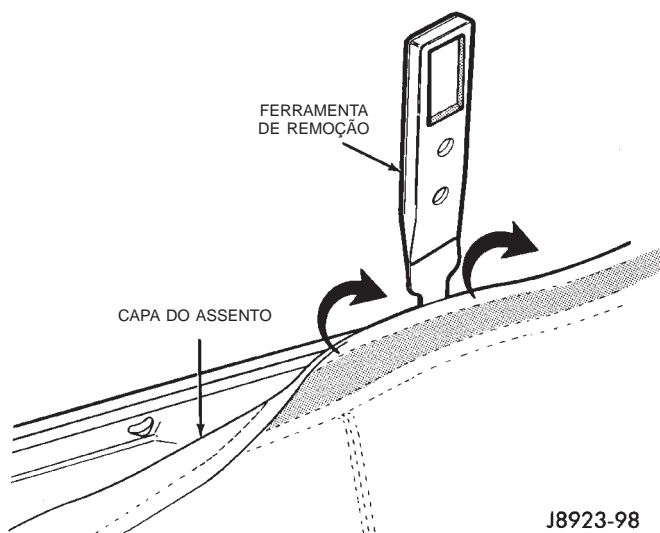

Fig. 13 Remoção do Grampo de Retenção da Capa do Estofamento do Assento
- (1) Remova o estofamento do assento do veículo.
- (2) Remova os grampos de retenção laterais, frontais e traseiros da capa dos arames de retenção com uma ferramenta de remoção apropriada (Fig. 13).